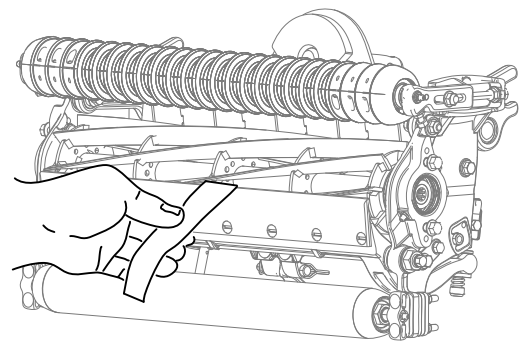

图7
2. 在滚刀与底刀间插入一长条剪切性能纸 Toro 零件号 125-5610 纸要与底刀垂直检测剪切性能**图7**。缓慢向前旋转滚刀滚刀应剪切检测纸。